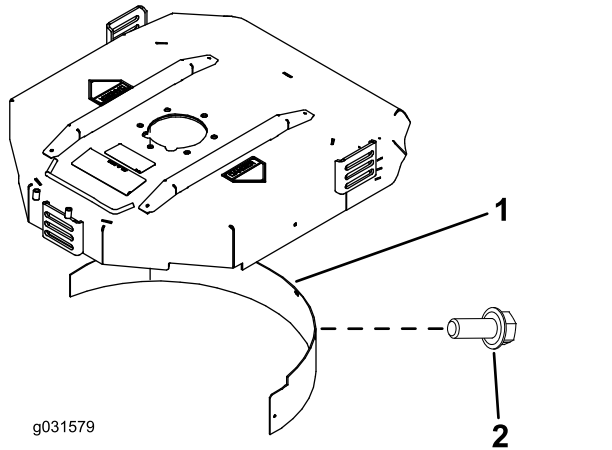

Figura 16
2. Instale el deflector de mulching en la abertura trasera y sujételo con 5 pernos con arandela prensada (Figura 16).